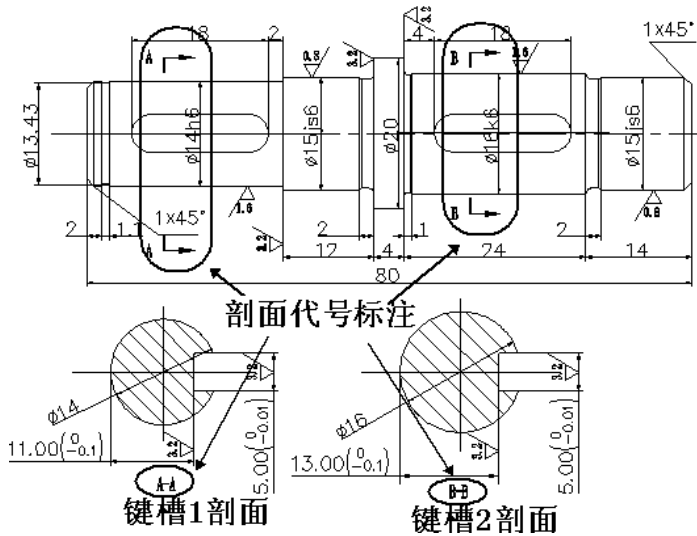

图 12
2) 剖面代号标注: 由于要对轴中键槽进行剖面图的绘制, 浩辰机械国标图库提供了键与键槽的插入功能, 所以在这里须再次调用国标图库, 按前面介绍的步骤选择“键与槽” → “键槽”选择“普通平键槽(轴)”, 设置键槽 1 参数: $d=14$, $b=5$, $t=$, $r=0.16$; 键槽 2 参数 $d=16$, $b=5$, $t=$, $r=0.16$, 根据系统提示插入键槽 1 和键槽 2 剖面图。结果如图 12 此处还用到了修改标注、粗糙度标注等功能(这里不再作介绍)。